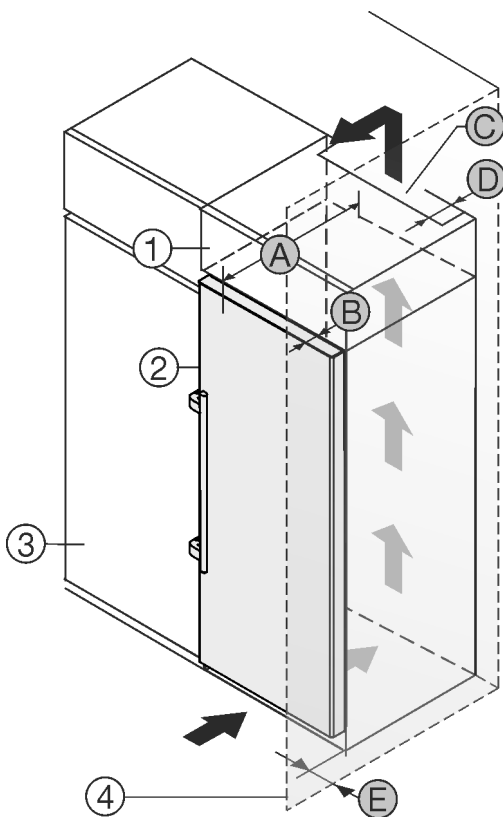

Fig. 2
- (1) Aufsatzschrank*
- (2) Gerät*
- (3) Küchenschrank*
- (4) Wand*
- (A) Gerätetiefe*
- (B) Türtiefe*
- (C) Belüftungsquerschnitt*
- (D) Abstand Geräterückseite*
- (E) Abstand zur Geräteseite*
Sie können das Gerät direkt neben dem Aufsatzschrank Fig. 2 (3) aufstellen.*
An der Rückseite des Aufsatzschrankes muss ein Abluftschacht mit der Tiefe Fig. 2 (D) über die gesamte Aufsatzschrankbreite vorhanden sein.*
Unter der Raumdecke muss der Entlüftungsquerschnitt Fig. 2 (C) eingehalten werden.*
Wenn Sie das Gerät mit den Scharnieren neben einer Wand Fig. 2 (4) aufstellen, dann muss der Abstand zwischen Gerät und Wand mindestens 57 mm betragen. Dies entspricht dem Griffüberstand bei geöffneter Tür.*
Damit Sie die Tür vollständig öffnen können, muss das Gerät um die Türtiefe Fig. 2 (B) gegenüber der Küchenschrankfront vorstehen. Abhängig von der Tiefe der Küchenschränke Fig. 2 (3) und Verwendung von Wandabstandshaltern kann das Gerät weiter herausragen.*